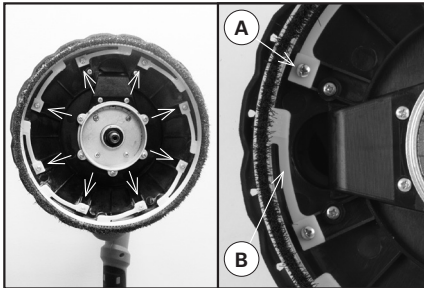

Abb. 15 + 15A
- Mit Hilfe eines Kreuzkopf-Schraubenziehers Nr. 1 die acht (8) Schneidschrauben, die den Bürstenkranz am Schleifkopf halten, herausdrehen und sorgfältig aufbewahren (**Abb. 15**).
- Die acht (8) Federn, die im Schleifkopf enthalten sind, müssen ganz genau unter dem neuen Bürstenkranz liegen.
- Die acht (8) (**Abb. 15 A**) Schneidschrauben müssen fest angezogen werden (dürfen aber nicht überdreht werden, um zu verhindern dass das Schneidgewinde ausgerissen wird).
- Vergewissern Sie sich, dass die acht (8) Befestigungsarme (**Abb. 15 B**) genau auf den acht (8) Schraubstützen sitzen.
Hinweis: Beim Auswechseln des Bürstenkranzes wird der Saugkraftregler des Schleifkopfs freigelegt (**Abb. 15**). Der Bediener sollte die Gelegenheit wahrnehmen und den Regler sowie den Schlauch, der von diesem ausgeht, überprüfen und Schmutz- oder Staubansammlungen beseitigen.